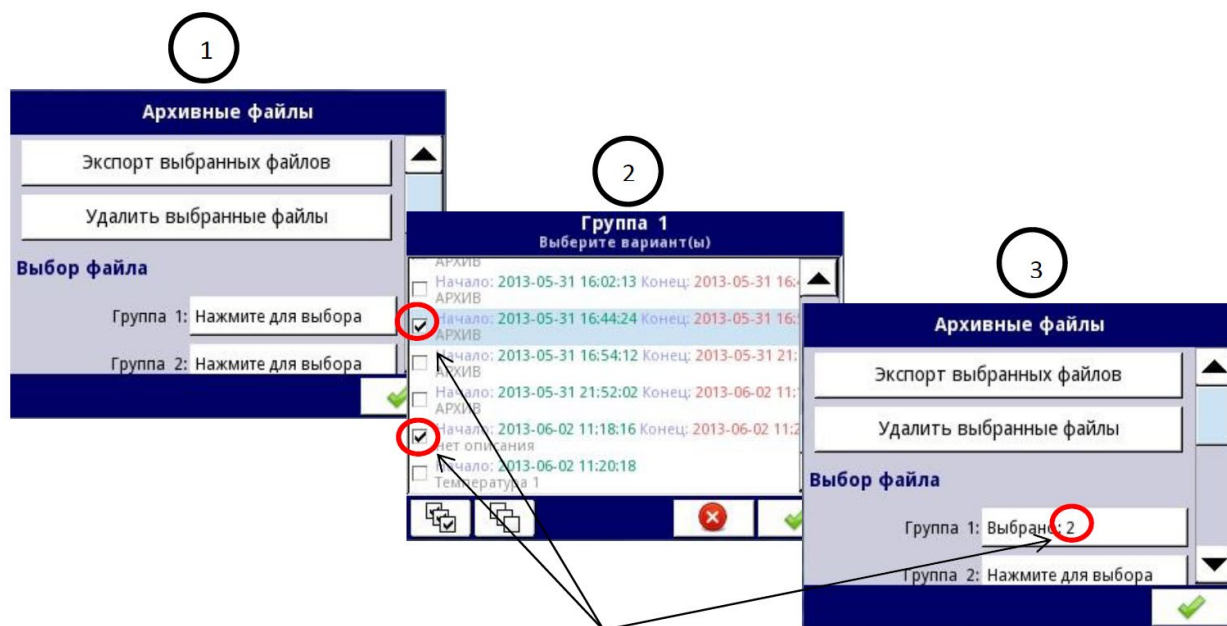

Рисунок 2.15 – Пример экспорта двух архивных файлов из Группы 1
Удаление файлов с Элемер РМТ 29/М1 аналогично экспорту файлов, разница состоит лишь в том, что вместо кнопки «Экспорт выбранных файлов» в шаге (3) (см. рисунок 2.15) нужно нажать кнопку «Удаление выбранных файлов».